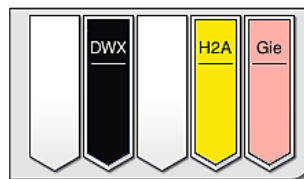

Fig. 87
- Cuando una cesta completa el proceso de tinción, es transportada al cajón de descarga (→ "Fig. 19-4") y depositada en una posición disponible (→ "Fig. 87"). Se informa al usuario de lo anterior mediante un mensaje de información y una señal acústica.